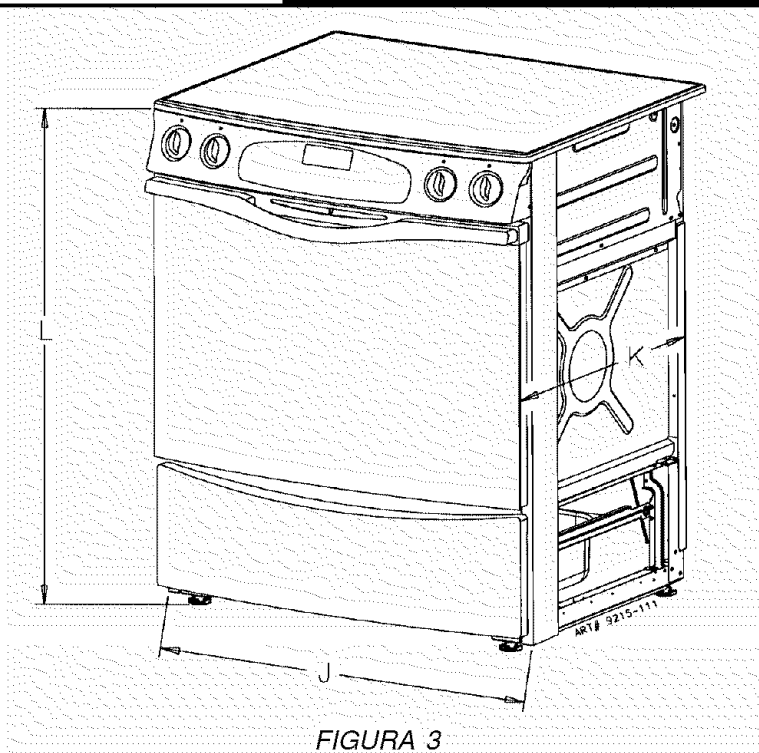

FIGURA 3
2. La dimensión K (figura 3, página 13) es de la pared al borde lateral de la puerta del horno. No incluye la curvatura del vidrio ni la profundidad del asa.
3. La dimensión L (figura 3, página 13) es con las patas niveladoras ajustadas completamente. Esto podría variar ligeramente dependiendo del ajuste de las patas niveladoras.